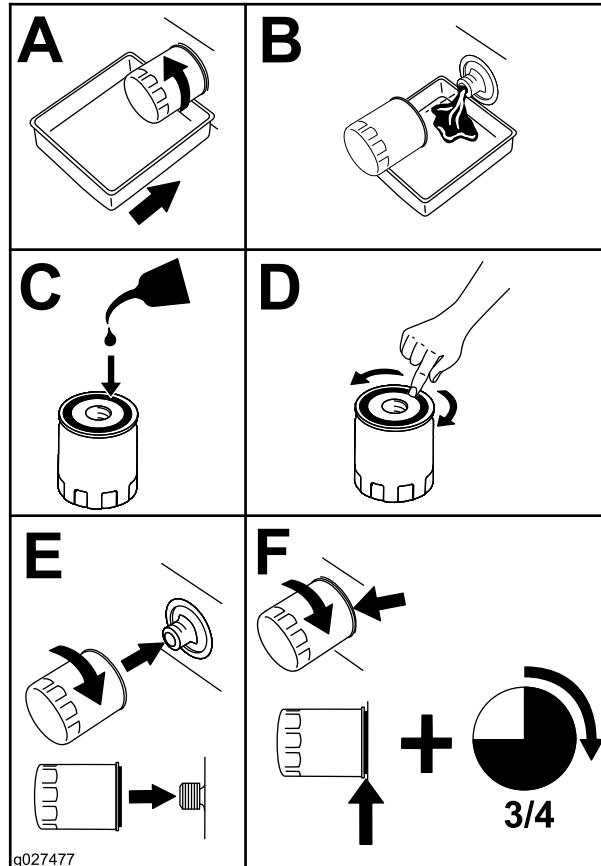

Figura 57
2. Sustituya el filtro de aceite del motor (Figura 57).